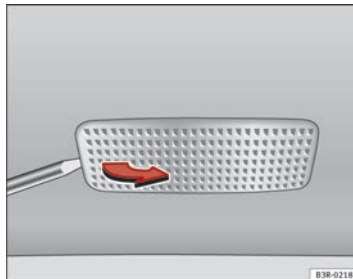

Abb. 227 Ausbau der Leuchte in der Sonnenblende
- Nehmen Sie die Leuchte vorsichtig heraus, indem Sie die flache Seite eines Schraubendrehers benutzen ⇒ Abb. 227.